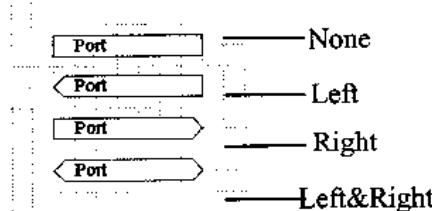

图 4-44 端口类型及其显示
- Style: 端口的显示类型。共有 None、Left、Right 和 Left&Right 等 4 种端口类型可供选择，每种端口类型的显示如图 4-44 所示。